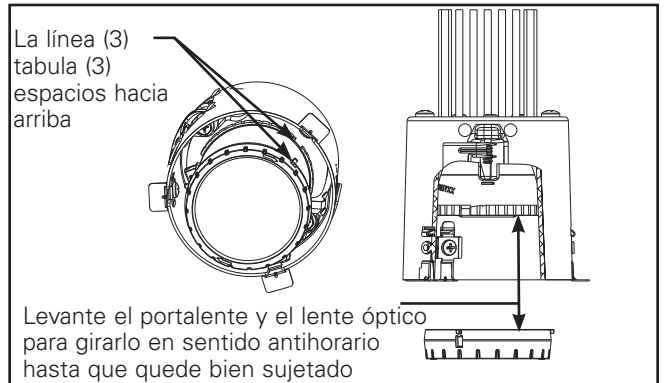

Figura 7
7. Si desea un lente de enfoque suave, use el kit de accesorios incluido. Refiérase a la figura 7 para la instalación.